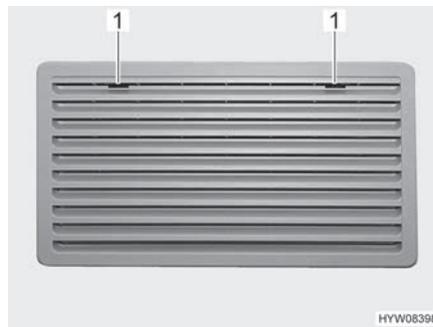
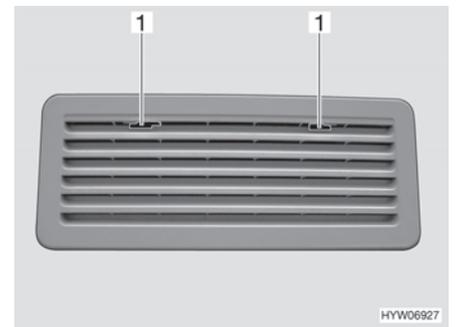

Fig. 104 Griglia di aerazione del frigorifero (Thetford grande)
Fig. 105 Griglia di aerazione del frigorifero (Thetford piccolo)
- Spingere verso il centro l'arresto (Fig. 104,1 o Fig. 105,1).